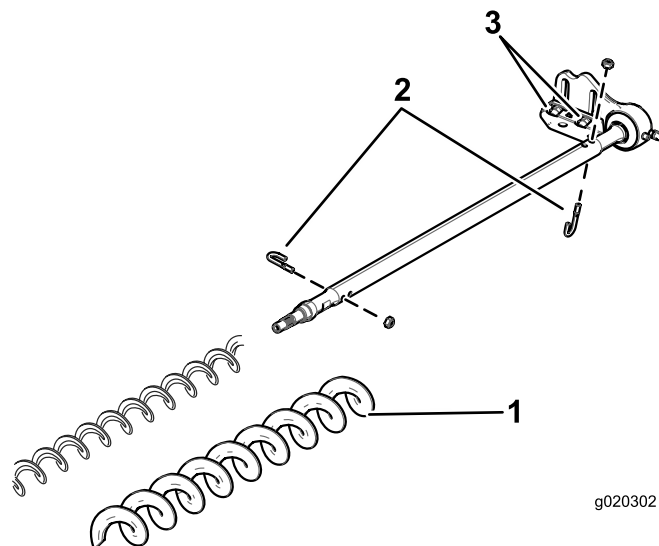

Figura 20
3. Remova os dois parafusos em J e porcas (Figura 20).
4. Deslize a escova existente para fora do veio da escova (Figura 20).
5. Desaperte os dois parafusos, anilhas e porcas que prendem a caixa de rolamentos da transmissão ao suporte de montagem da caixa de rolamentos (Figura 20).
6. Deslize a escova de elevada altura de corte para o veio da escova (Figura 20).
7. Prenda a escova ao veio com os dois parafusos em J e porcas previamente removidos (Figura 20).